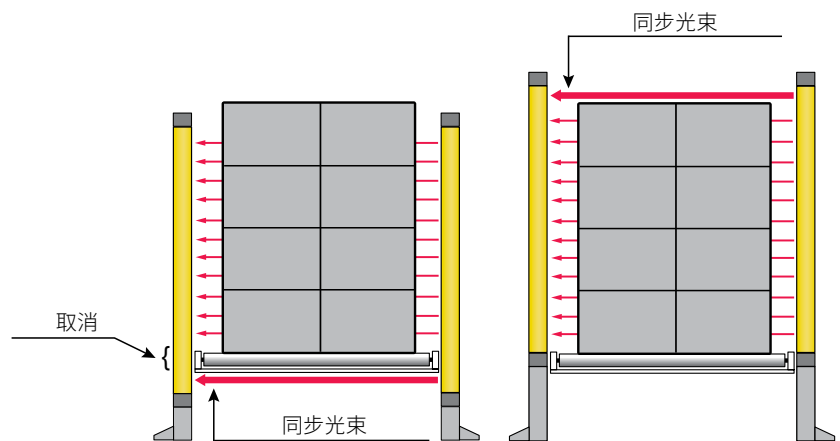

图 10: 门控时间大于 60 秒时的光幕布置
1. 最上层光束用作同步光束。选择光幕高度, 以便同步光束始终高于运输材料的最高点 (图 10 右)。
2. 最下层光束用作同步光束。安排保护区域布局, 以便同步光束在传送带下方 (例如)。通过执行此操作, 传送带会部分中断安全光幕的光束。通过“具有 1 个光束公差”的固定光束消隐”功能 (图 10 左) 隐藏此区域。